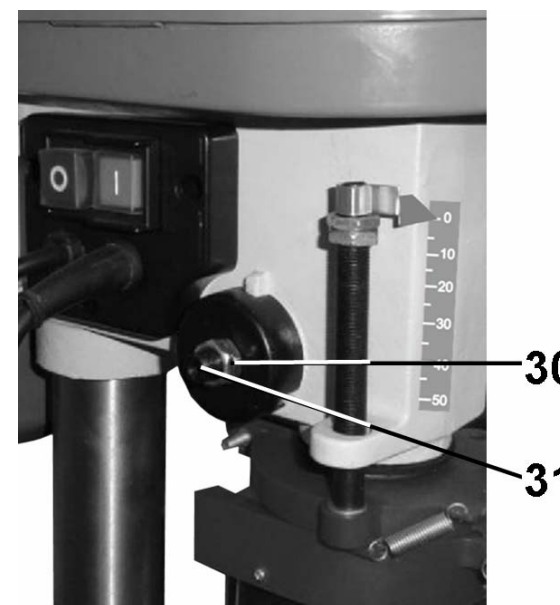

Рис. 6
9.11. При затягивании винта (33), Рис.6, вы прижимаете шпиндель. Усилие возвратной пружины может оказаться недостаточным для автоматического подъема шпинделя в исходное положение.